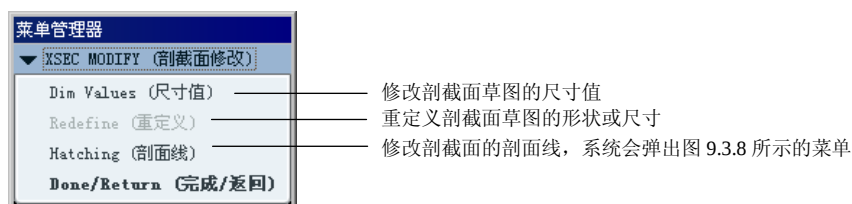

图 9.3.7 “剖截面修改”菜单
(1) 在剖面操作界面中, 选取要修改的剖截面名称 section1, 然后选择 **编辑** → **重定义** 命令。
(2) 在图 9.3.7 所示的 ▼ XSEC MODIFY (剖截面修改) 菜单中, 选择 Hatching (剖面线) 命令。